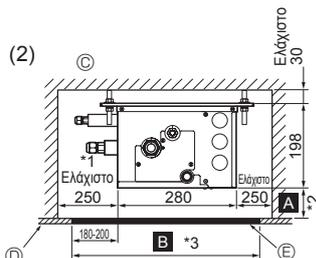
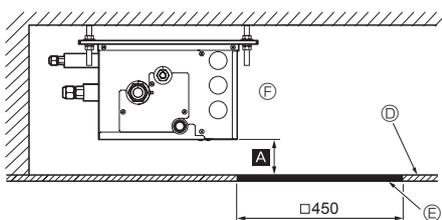

Fig. 4-5
Fig. 4-6
(2) Πλαϊνή όψη (Fig. 4-5, Fig. 4-6)
Στην περίπτωση που είναι "□ 450" δημιουργήστε μια οπή συντήρησης στην πλευρά της πλακέτας κυκλώματος (όπως φαίνεται στο Fig. 4-6). "Τουλάχιστον 300 mm" απαιτείται ως απόσταση για το **A**.